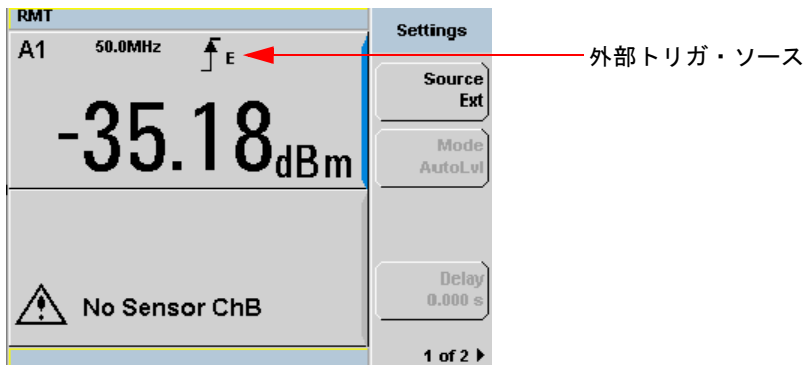
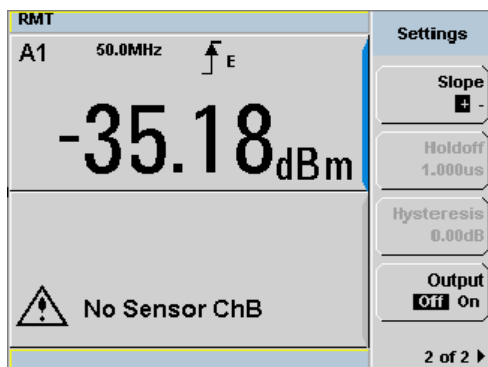

図 2-46 トリガ設定メニュー 1 of 2
図 2-47 トリガ設定メニュー 2 of 2
- 7 **Settings** を押して、残りのトリガ・パラメータを設定します。トリガ **Settings** メニューは、2 つのページから成ります。図 2-46 は 1 ページ目、図 2-47 は、2 ページ目を示します。